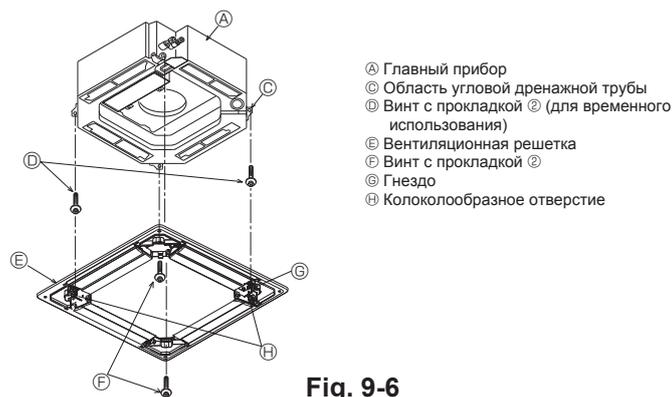
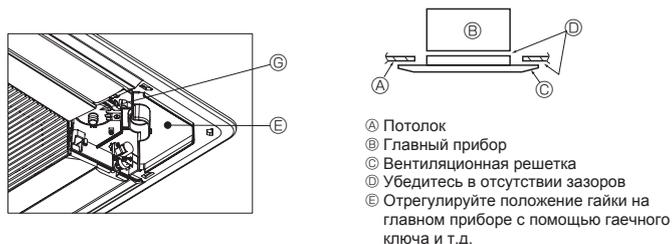

Fig. 9-6
Fig. 9-7
9.4.2. Временная установка вентиляционной решетки (Fig. 9-6)
- Временно закрепите решетку, используя колоколообразные отверстия, для чего установите гнездо ③ решетки в область угловой дренажной трубы главного прибора.
9.4.3. Крепление вентиляционной решетки (Fig. 9-7)